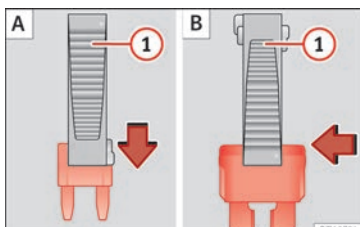

Fig. 62 Retirer ou placer un fusible.
- *Petits fusibles* : encastrez la pince depuis le haut » fig. 62 A.
- *Grands fusibles* : déplacez la pince latéralement sur le fusible » fig. 62 B.